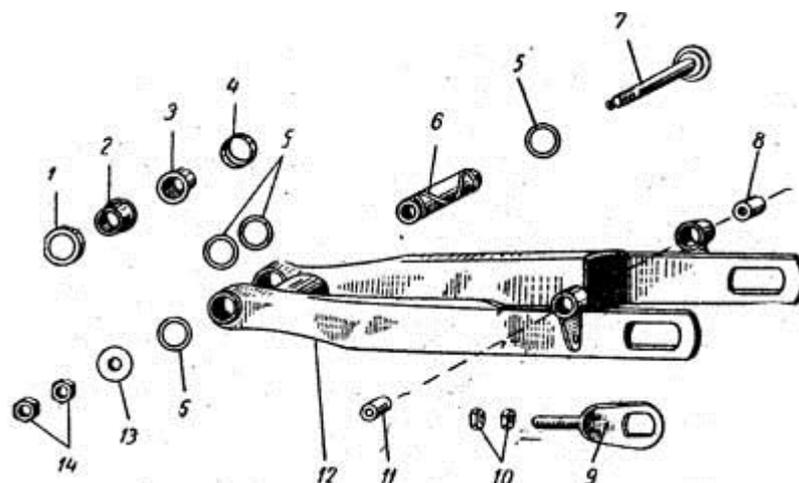

Рис. 54. Детали задней качающейся вилки:
**Устройство.** Задняя качающаяся вилка (рис. 54) - маятникового типа, работает совместно с двумя пружинно-гидравлическими амортизаторами, которые обеспечивают ход заднего колеса около 100 мм.